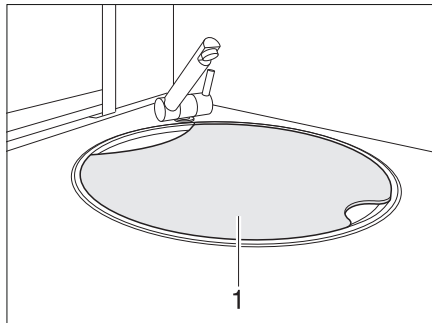

Bild 10 Diskhons lock
- ▶ I händelse av ett olycksfall eller vid en nödbromsning kan diskhons lock (Bild 10,1) skada fordonets passagerare. Före körning, ta bort locket från diskhon och förvara det säkert i köket eller i klädsåpet.